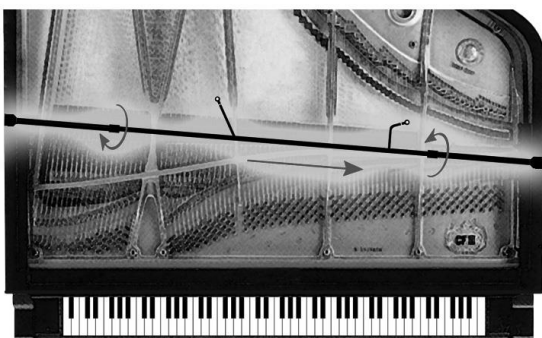
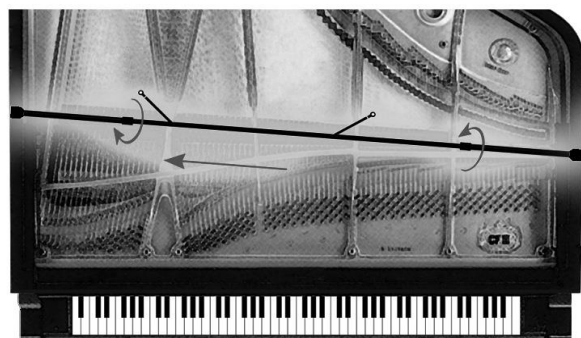

Рис.8
Рис.9
7. Установив PianoMic™ на место, вы должны будете определить, хотите ли Вы сориентировать микрофоны в сторону центра, высоких струн или низких струн. Центральная часть PianoMic™ может скользить до 20 см в любом направлении, если это необходимо. Это расположение показано на рис.8 и рис.9.